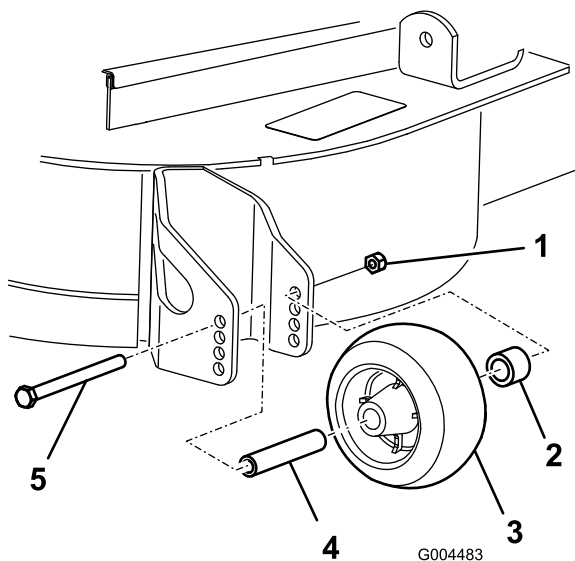

Figura 24
3. Después de ajustar la altura de corte, ajuste los rodillos retirando la tuerca con arandela prensada, el casquillo, el espaciador y el perno (Figura 24).
5. Instale la tuerca con arandela prensada, el casquillo, el espaciador y el perno. Apriete a 54–61 Nm (Figura 24).